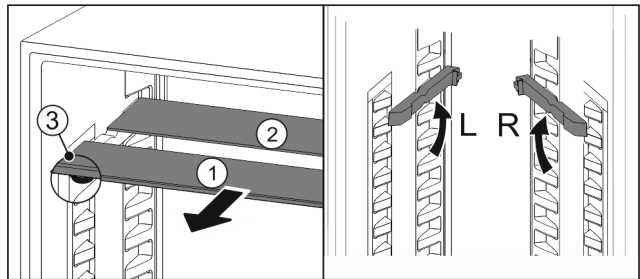

Fig. 30
- Glasplatten einzeln nach vorne herausziehen Fig. 30 (1).
- ▷ Glasplatte Fig. 30 (1) mit Zierleiste liegt vorne.
- ▷ Stopps Fig. 30 (3) zeigen nach unten.